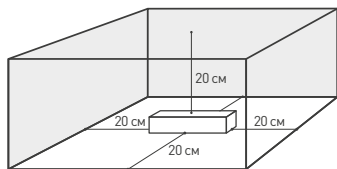

Рис. 1. Свободное пространство вокруг источника
- 4.3. Для естественной вентиляции обеспечьте не менее 20 см свободного пространства вокруг источника питания, как изображено на рис. 1. При невозможности обеспечить свободное пространство используйте принудительную вентиляцию.